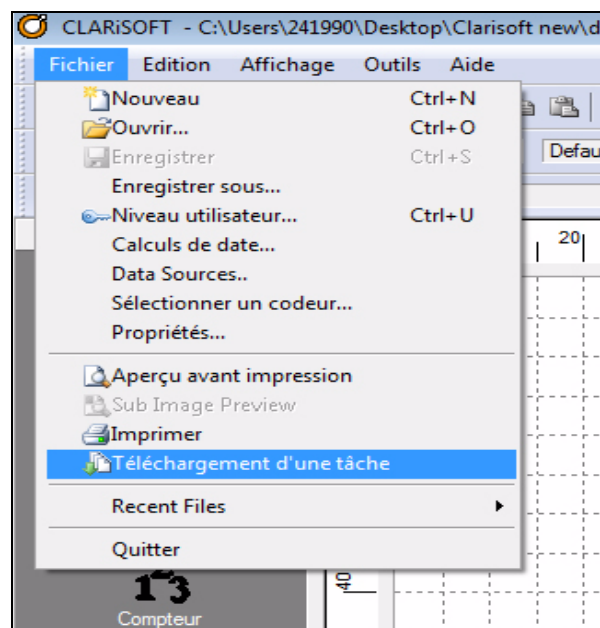
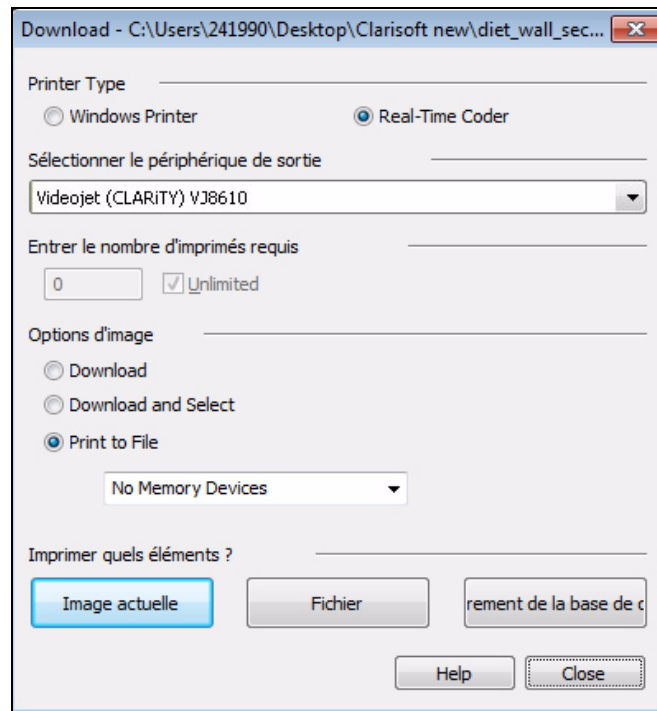

Figure 5-25: Commande de Téléchargement d'une tâche
Figure 5-26: Commande de Téléchargement d'une tâche
- 2 Dans le menu *Fichier*, cliquez sur l'option de *Téléchargement d'une tâche* (voir Figure 5-25). La fenêtre de *téléchargement* apparaît (voir Figure 5-26).
- 3 Sélectionnez le *Real-Time Coder* (codeur en temps réel) (voir Figure 5-26).